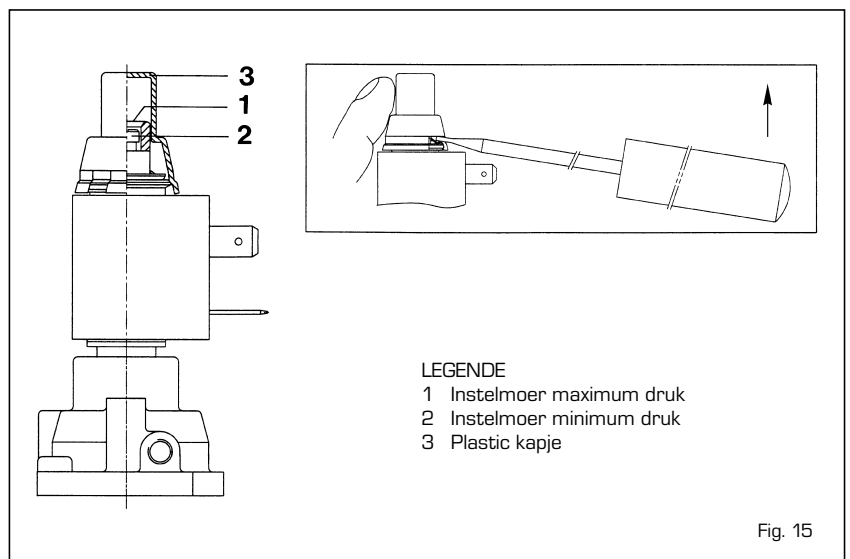

Fig. 15
4.2.1 Instelling van de maximum en minimum druk (fig. 15)